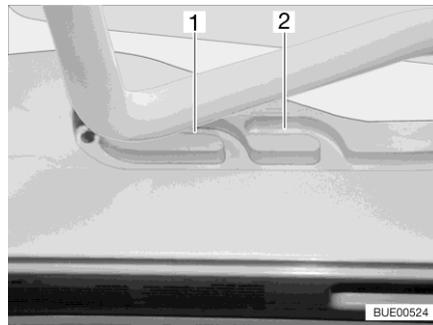
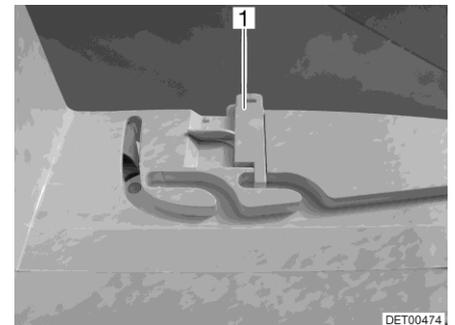

Fig. 82 Guía (posición de ventilación)
Fig. 83 Bloqueo (posición de ventilación)
La claraboya Heki se puede colocar en dos posiciones de ventilación: Posición de mal tiempo (Fig. 82,1) y posición mediana (Fig. 82,2). Según el modelo, la claraboya podrá ser bloqueada en la posición central con los dos pestillos (Fig. 83,1) a la izquierda y la derecha en el marco de la claraboya.
- Presionar el estribo ligeramente hacia arriba y empujarlo en la guía seleccionada (Fig. 82,1 ó 2) y, si fuera necesario, bloquearlo.